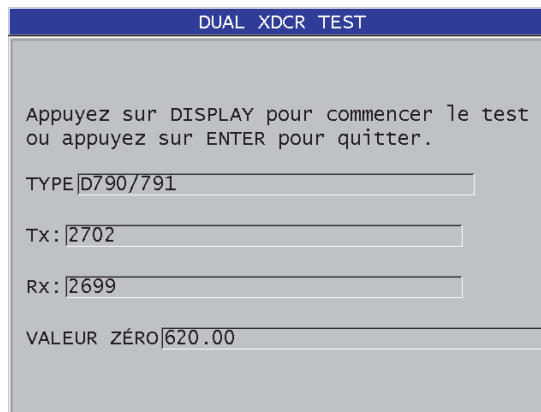

Figure 15-3 Écran DUAL XDCR TEST (TEST DE SONDES À É.-R. SÉPARÉES)
7. Lorsque **DUAL XDCR TEST (TEST DE SONDES À É.-R. SÉPARÉES)** est sélectionné, faites ce qui suit dans l'écran **DUAL XDCR TEST** (Figure 15-3 à la page 309) :